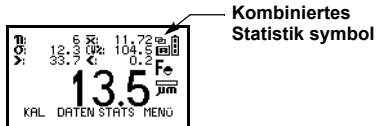

Abb. 41. Messwert-Anzeige mit allen Statistiken
- f. Wenn die Messungen kombiniert sind, erscheint auf der Messwert-Anzeige ein Symbol  - siehe Abbildung 41.